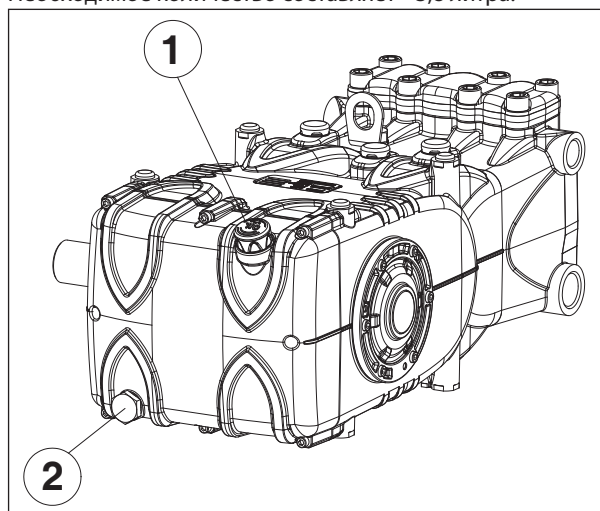

Рис. 3
Проверьте уровень масла и, при необходимости, долейте с помощью маслоизмерительного щупа поз. ①, Рис. 3. Правильная проверка уровня масла выполняется на насосе при комнатной температуре, а замена масла должна производиться на насосе при рабочей температуре путем извлечения маслоизмерительного щупа поз. ①, а затем пробки, поз. ②, Рис. 3. Проверку и замену масла необходимо проводить согласно указаниям таблицы на Рис. 14 в главе 11. Необходимое количество составляет ~3,8 литра.